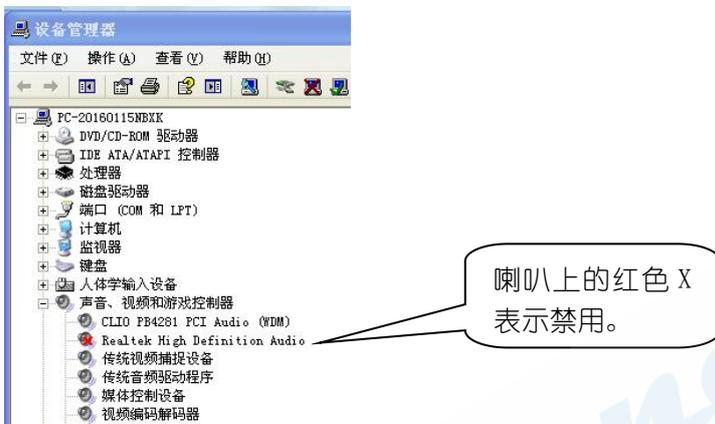

图3-10
5) 回到我的电脑-设备管理器, 将声音/视频和游戏控制器的其它声卡选择禁用, 如图 3-10。